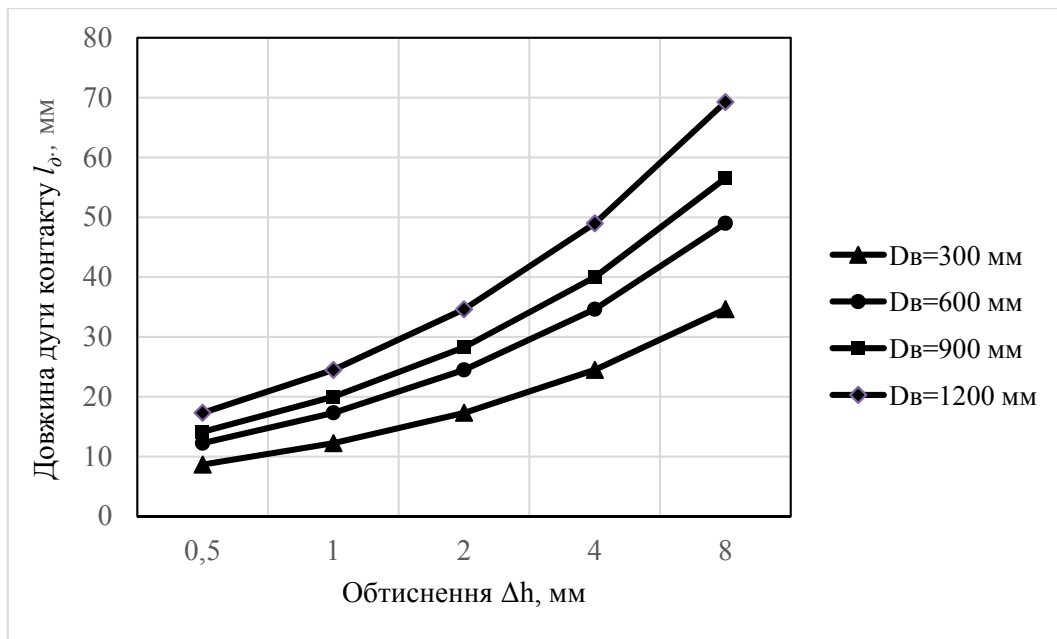

Рисунок 2.1 – Залежність довжини дуги контакту від обтиснення і діаметра валків
3. Використовуючи дані табл. 2.1 і 2.2, будуємо графіки вказаних залежностей (рис. 2.1 і 2.2).